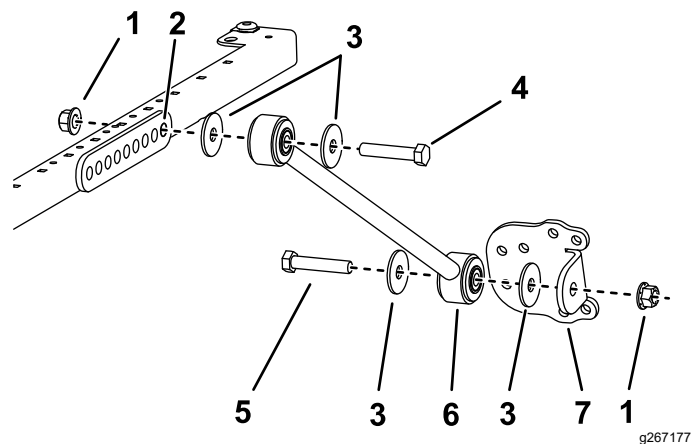

Рисунок 44
4. С каждой стороны рамы солнцезащитного навеса прикрепите, не затягивая, подпорку к заднему отверстию кронштейна подпорки с помощью болта ($\frac{1}{2}$ x $2\frac{3}{4}$ дюйма), 2 шайб ($\frac{1}{2}$ дюйма) и фланцевой гайки ($\frac{1}{2}$ дюйма), как показано на рис. Рисунок 44.
фланцевой гайки ($\frac{1}{2}$ дюйма), как показано на рис. Рисунок 44.